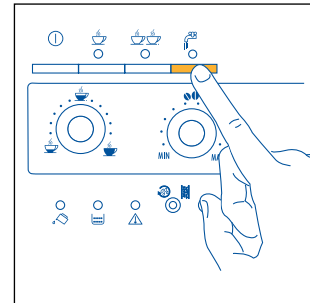

Abb.21
- Die Taste ☞ (Abb. 21) drücken. Das Aufleuchten der Kontrollanzeige weist darauf hin, dass die Funktion gewählt worden ist.
- Die Taste ☞ drücken (Abb. 21). (Es wird empfohlen, nicht länger als 2 Minuten Heißwasser zu beziehen).